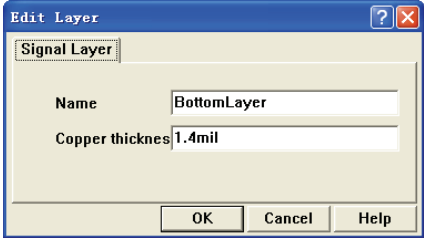

图 6-32 电源层属性设置对话框
- 电源层：如图 6-32 所示，对名称用户可以自定义，“Copper thickness”（铜箔的厚度）主要用于进行信号完整性分析。